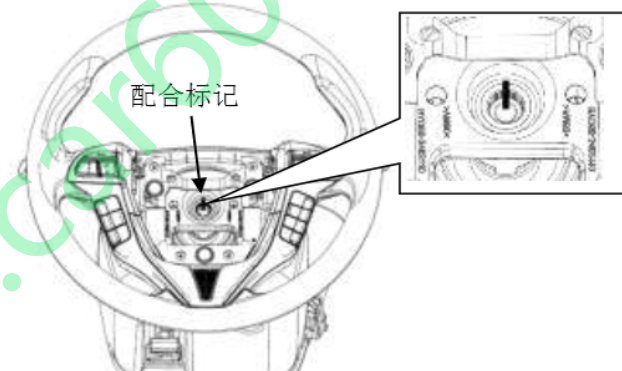

图 12
③在转向盘总成和转向管柱总成的转向轴上做好配合标记，如图12所示。
④使用专用工具，拆下转向盘总成。